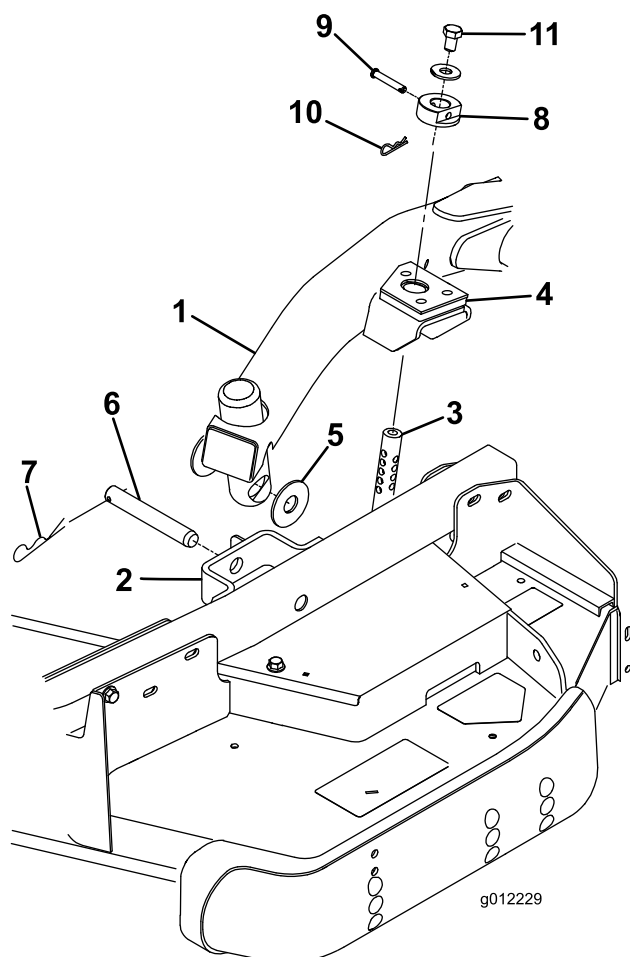

Figura 3
2. Portate la leva di sollevamento in posizione Float. Spingete verso il basso un braccio di sollevamento fino a quando i suoi fori non si trovano allineati ai fori della staffa del braccio della ruota orientabile e l'asta dell'altezza di taglio può essere inserita nei pattini del braccio di sollevamento (Figura 3).
3. Fissate il braccio di sollevamento al braccio della ruota orientabile con (2) rondelle di spinta, un perno con testa e una coppiglia. Posizionate le rondelle di spinta tra il braccio di sollevamento e la staffa del braccio della ruota orientabile (Figura 3). Inserite l'estremità della coppiglia nell'apposito intaglio di ritegno presente sulla linguetta del braccio della ruota orientabile.
7. Montate i collari dell'altezza di taglio sulle aste dell'altezza di taglio e fissateli con dei perni con testa e delle coppiglie (Figura 3). La testa del perno deve
8. Montate un bullone da 1/2 x 3/4 pollici e una rondella sulla sommità di ogni asta dell'altezza di taglio (Figura 3).